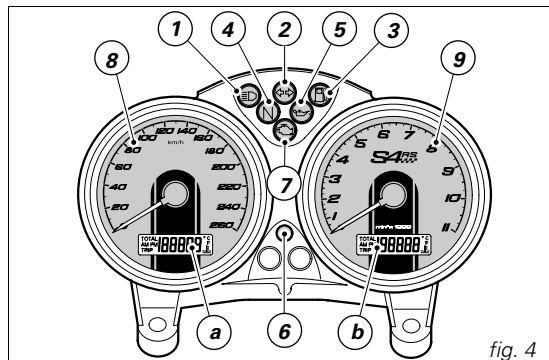

fig. 4
Tableau de bord (fig. 4)
Cette procédure permet donc à l'utilisateur de désactiver la fonction « blocage du moteur » en cas de problèmes avec le système anti-démarrage ; la désactivation est signalée par le témoin ambre **EOBD** (7, fig. 4).
Le témoin EOBD (7, fig. 4) s'éteint après 8 secondes.
1) si le code est reconnu, le témoin (6, fig. 4) sur le tableau de bord, émettra un bref clignotement ; le système antivol a reconnu le code de la clé et désactive le blocage du moteur. En appuyant sur le bouton START (2, fig. 12), le moteur démarre ;
2) si le témoin (6, fig. 4) ou le voyant EOBD (7, fig. 4) reste allumé, il signifie que le code n'a pas été reconnu. Dans ce cas, il est conseillé de ramener la clé sur la position OFF, puis de la remettre sur la position ON ; si le blocage persiste, faites une nouvelle tentative avec l'autre clé noire fournie. S'il est encore impossible de démarrer le moteur, faire appel au réseau d'assistance DUCATI.
3) Si le témoin (6, fig. 4) clignote, il signifie qu'un signal du système anti-démarrage (immobilizer) a été restauré (par exemple, avec la procédure de déblocage à l'aide de la poignée des gaz). En ramenant la clé sur OFF puis de nouveau sur ON, le témoin du système anti-démarrage devrait recommencer à fonctionner normalement (voir point 1).